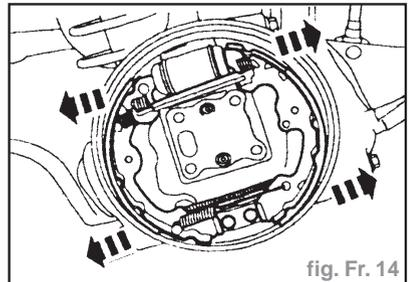

fig. Fr. 14
- Dégager les mâchoires du cylindre de roue et du support de butée (fig. Fr. 14) (ne pas endommager les soufflets de protection du cylindre de roue).
- Solidariser les mâchoires et le cylindre de roue ainsi que les mâchoires et le support de butée (fig. Fr. 14) (ne pas endommager les soufflets de protection du cylindre de roue).